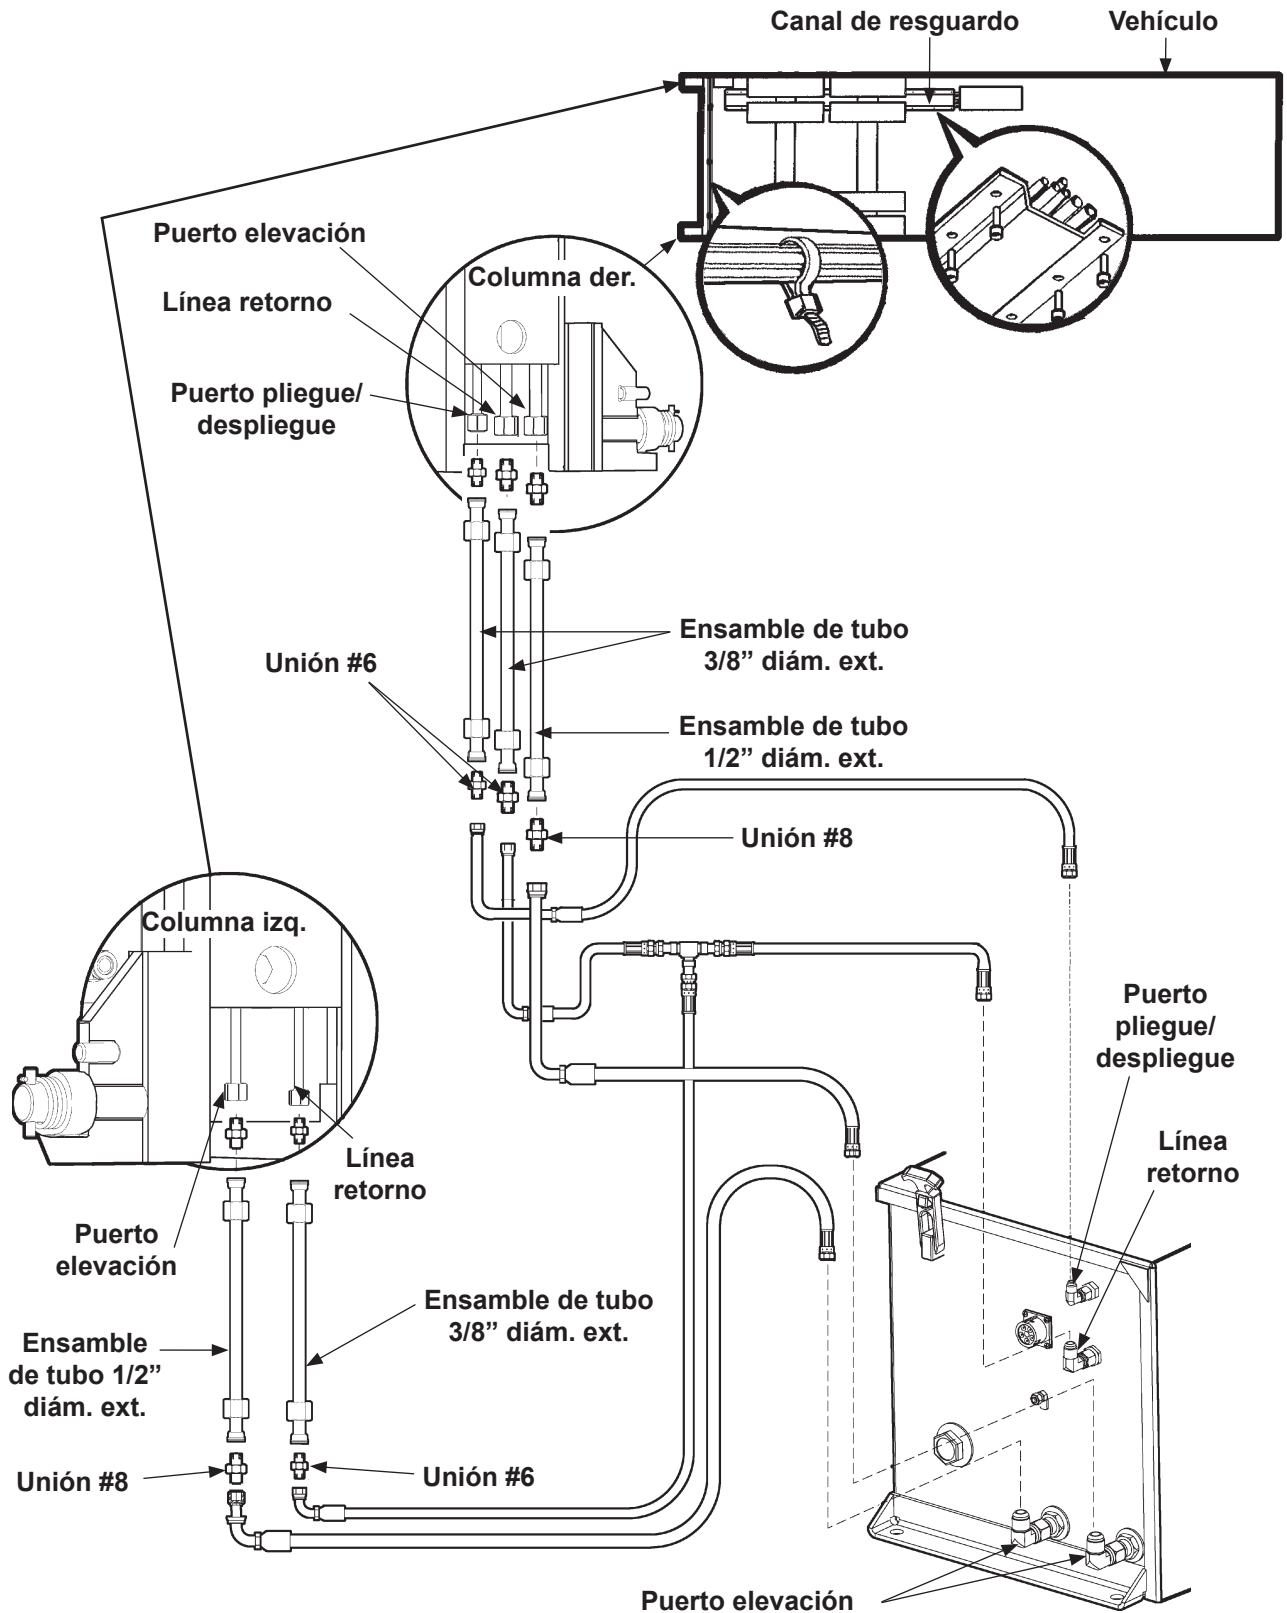

FIG. 7-1
- Conecte los (2) ensambles de tubo de 1/2" diámetro exterior y ensambles de tubo (3/8") diámetro exterior entre las mangueras hidráulicas y líneas hidráulicas (columnas) como se muestra en la **FIG. 6-1** (elevadores descenso x gravedad) y **FIG. 7-1** (elevadores descenso asistido).